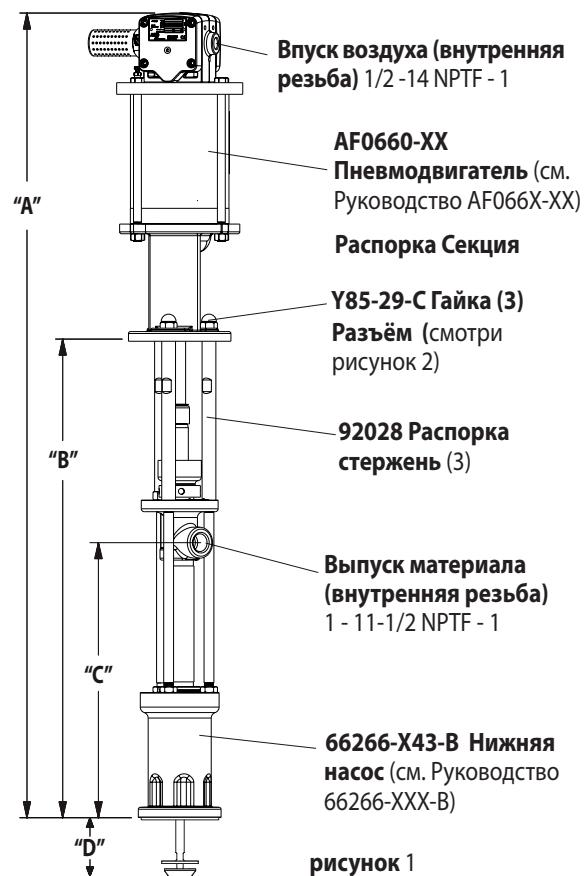

рисунок 1
- Удалите три гайки (Y85-29-C) из трех прутков распорка (см. рисунок 1).